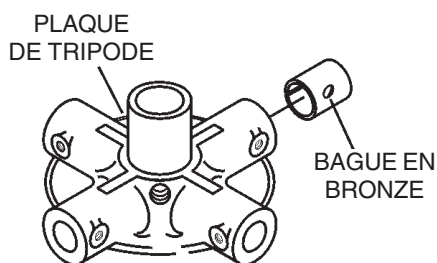

Figure 23. Bagues en bronze
4. Examiner la pièce rapportée de bague de bras de truelle en bronze (figure 23), la nettoyer si nécessaire. Remplacer la bague si elle est faussée ou usée.